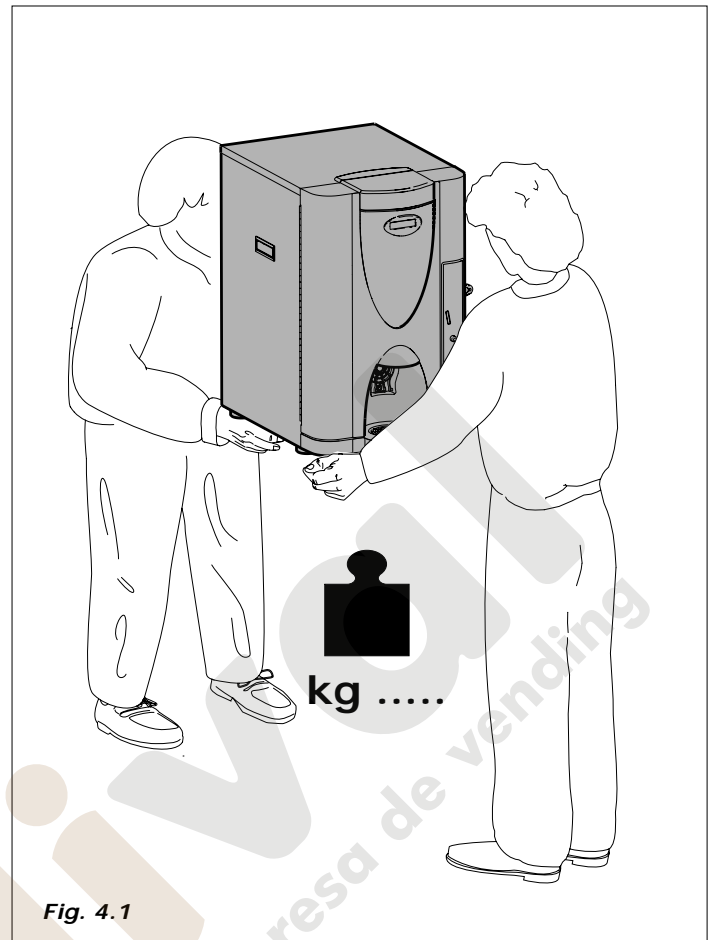

Fig. 4.1
4.1 Transporte y traslado (Fig.4.1)
La manipulación del distribuidor debe ser efectuada por 2 personas (Fig.4.1).